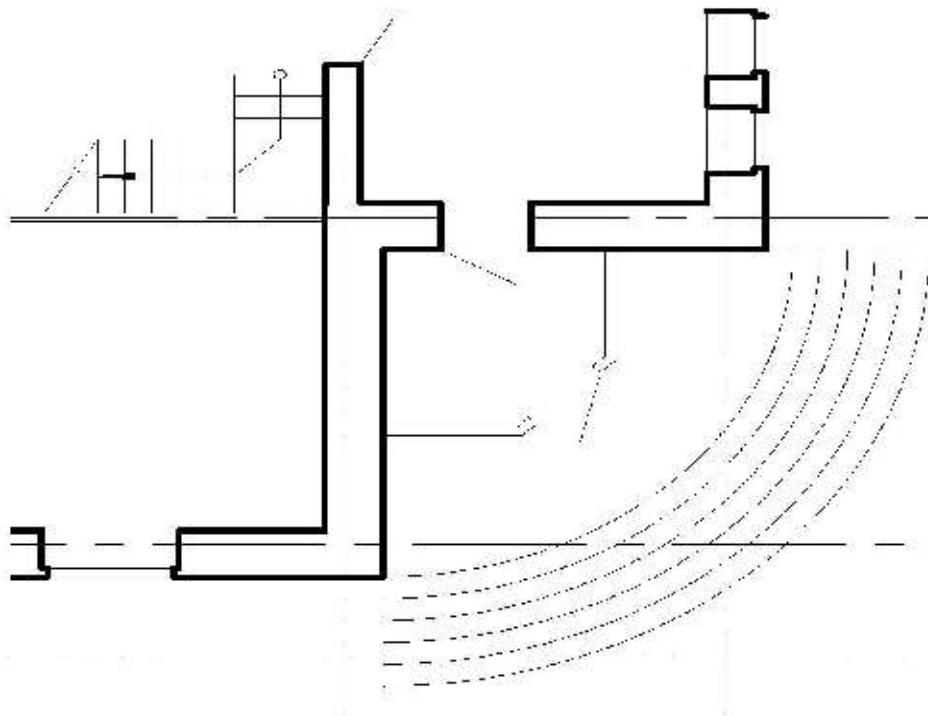

Рисунок 8.14 – Вычерчивание внутренних и наружных лестниц
1. Рассчитать лестничные марши. Установить текущий слой «Разное». Вычертить лестничные марши с использованием команд: «Отрезок», «Дуга», «Подобие», «Массив» (рисунок 8.14).